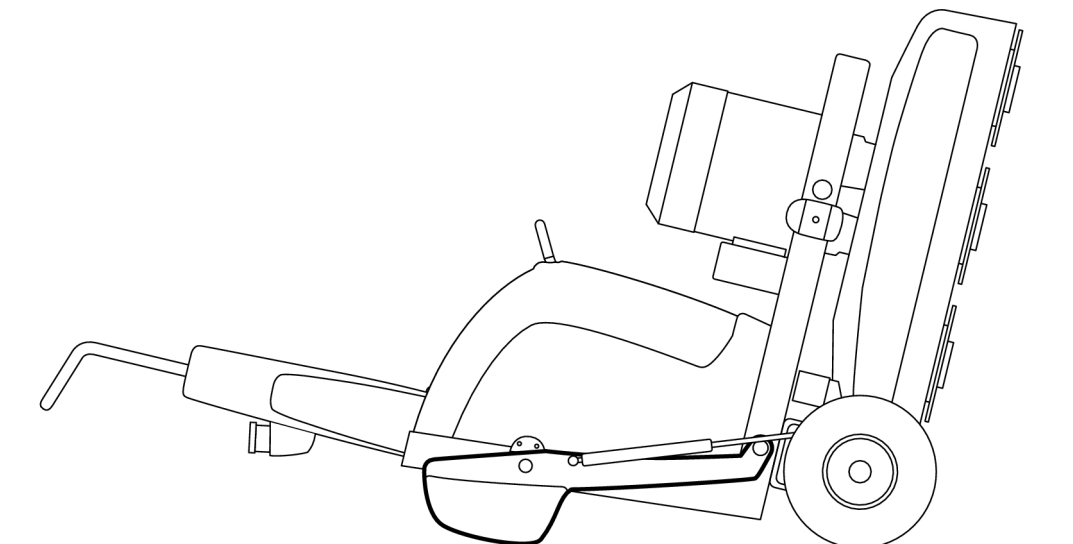

Рисунок 4-12. Машина уложена на пол
5. Поднимите машину насколько возможно и зафиксируйте груз в верхнем положении. Затем полностью опустите машину на пол, см. Рисунок 4-12, стр. 24.